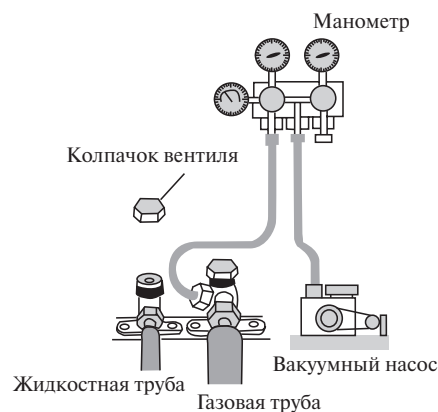

Рис. 8
5. Удалите воздух и жидкость, оставшиеся в системе хладагента с помощью вакуумного насоса (см. рис. 8).